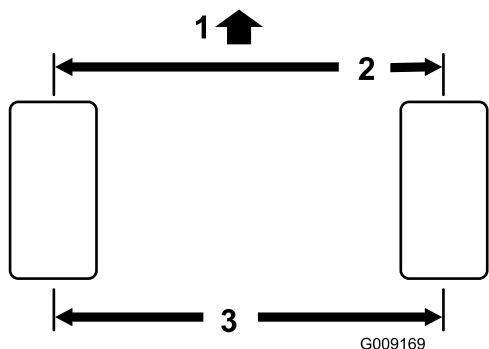

Рисунок 88
1. Измерьте межцентровое расстояние (на высоте моста) на передней и задней стороне рулевых колес (Рисунок 88).